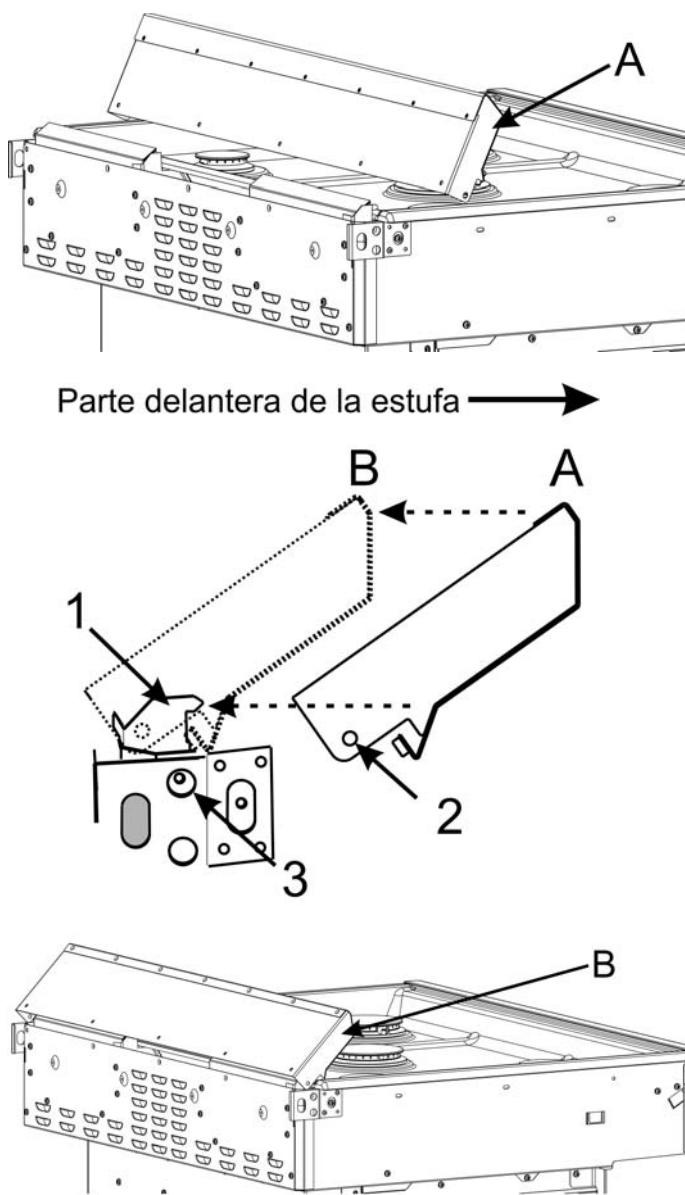

Figura 3: Colocación de la placa antisalpicaduras inferior 1
9. Coloque la placa antisalpicaduras inferior en la posición A (consulte la Figura 3) y, luego, muévala a la posición B (enganchando el dispositivo de alineación 1 dentro de la placa antisalpicaduras inferior) (el aspecto de los dispositivos puede no ser exactamente igual al que se muestra).